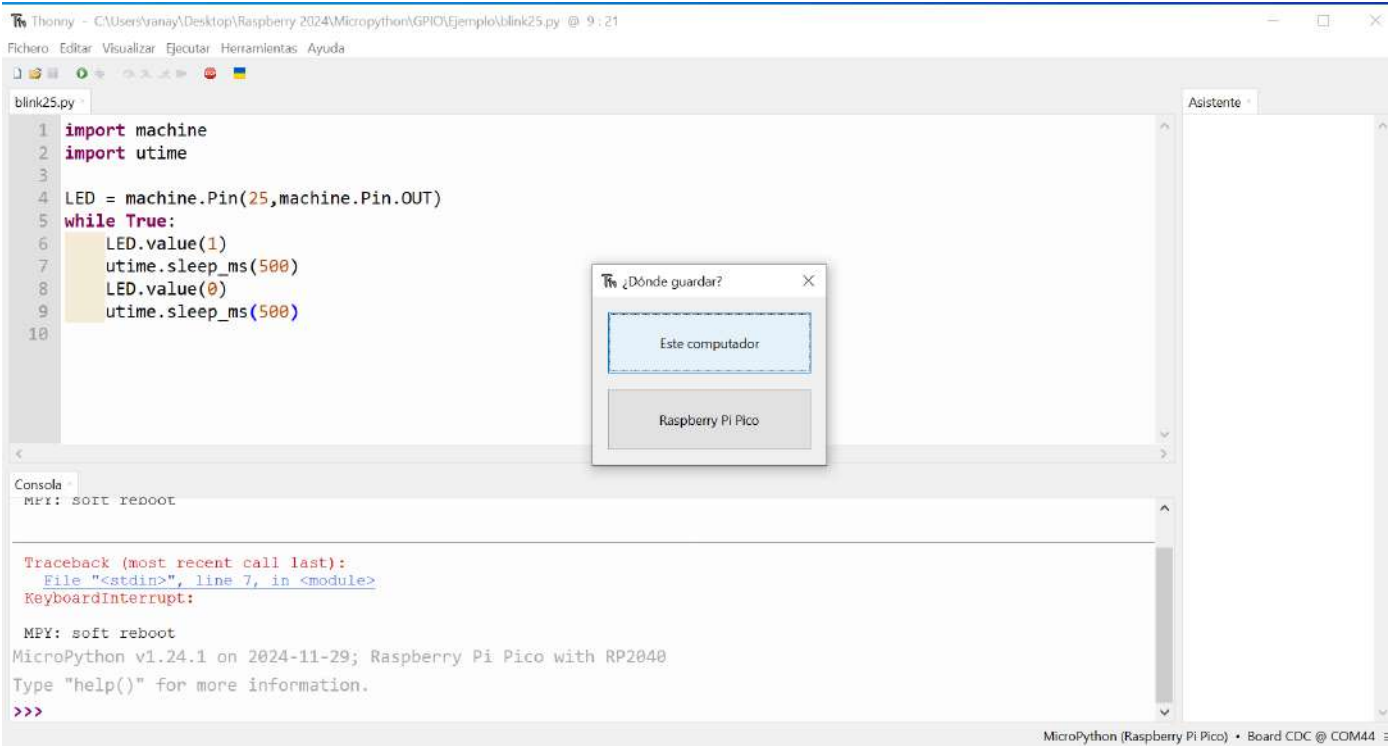

Figura 15. Salvar en computadora personal
- I. **Este computador;** lo podrá guardar en alguna ubicación dentro de su computadora con el nombre de su elección **NombrePrograma.py**; este dejará de correr en cuanto lo detenga o se salga de Thonny (figura 15).